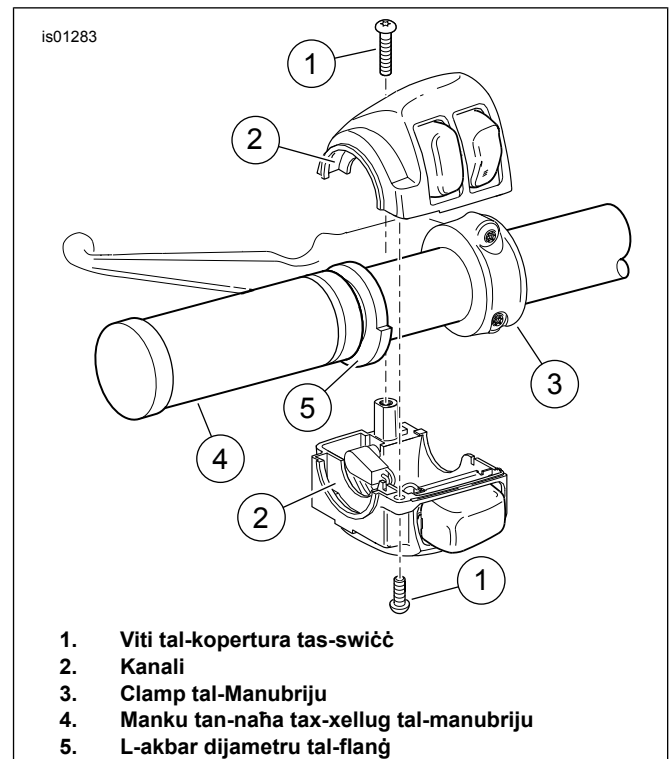

Figura 4. Kopertura tas-Swiċċ tan-Naħa tax-Xellug tal-Manubriju
3. Ara Figura 4 . Ippożizzjona l-manku li jissahhan tan-naħa tax-xellug (4) b'tali mod li l-parti bl-akbar dijametru tal-flanġ (5) tkun isfel. Imbotta l-manku kollu fuq il-manubriju.
4. Ippożizzjona l-kopertura t'isfel tas-swiċċ taħt il-manku b'mod li l-kanali (2) fuq in-naħa tal-outboard tal-kopertura tass-swiċċ tidhol fuq il-flanġ fit-tarf tal-manku.
11. Oħroġ il-manku l-ġdid li jissahhan tat-throttle tan-naħa tal-lemin (2) mil-kit.
14. Irreferi għal Figura 4 , li juri l-immuntar simili tas-swiċċ tan-naħa tax-xellug. Ippożizzjona l-kopertura t'isfel tas-swiċċ taħt il-manku b'mod li l-kanali (2) fuq in-naħa tal-outboard tal-kopertura tass-swiċċ tidhol fuq il-flanġ fit-tarf tal-manku.